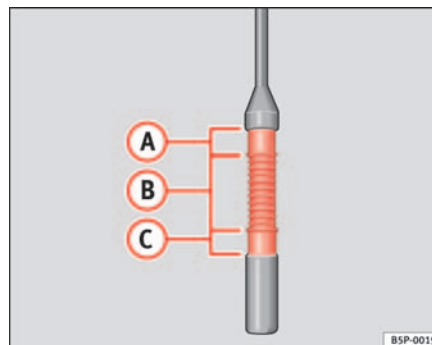

Abb. 154 Ölmesstab.
- Ziehen Sie den Ölmesstab wieder heraus und lesen Sie den Ölstand am unteren Ende des Ölmesstabes ab ⇒ Seite 216, Abb. 154.
Befindet sich der Ölstand im Bereich ⇒ Seite 216, Abb. 154 **(A)**, darf kein Öl nachgefüllt werden.